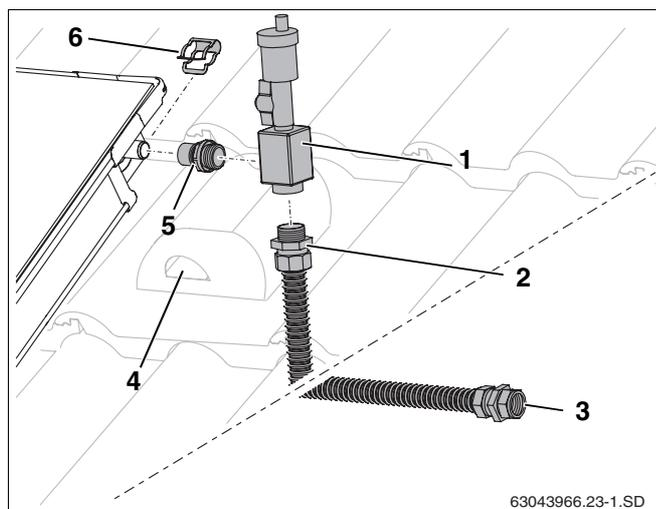

Рис. 58 Монтаж воздушного клапана
- Закрутить ниппель (рис. 58, поз. 5) и соединительную трубу (рис. 58, поз. 2) в воздухоборник (с кольцевым уплотнением).
- Надеть воздухоборник (рис. 58, поз. 1) вместе с ниппелем на штуцер коллектора и закрепить зажимом (рис. 58, поз. 6).
- Провести трубу вместе с кабелем датчика через черепицу с вентиляционным отверстием (рис. 58, поз. 4) и изоляцию кровли.
- Подключить сборную линию к резьбовому соединению с зажимным кольцом (рис. 58, поз. 3).